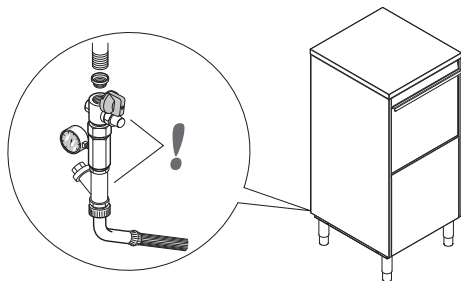

Fig. 6
- Raccorder le tuyau d'alimentation en eau "A" (fFig. 4) de l'appareil au réseau hydraulique. Interposer un robinet, le filtre fourni en dotation et un manomètre (Fig. 6).